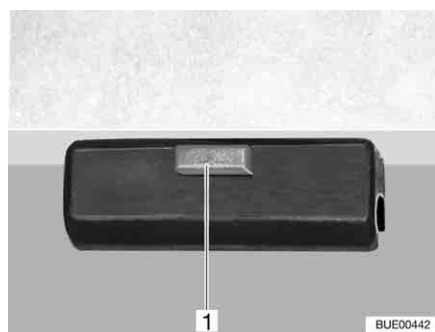

Fig. 72 Bloccaggio
- Aprire il bloccaggio (Fig. 72,1) del piano del tavolo.